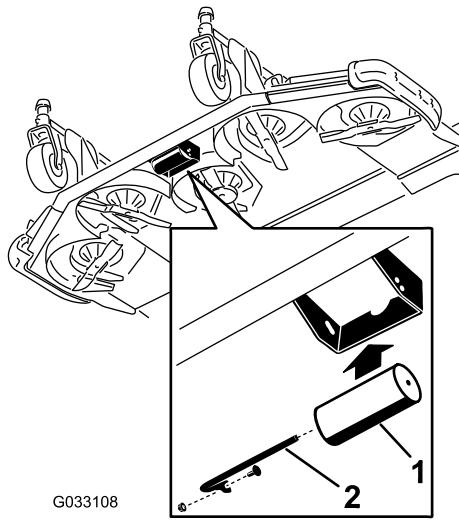

Bild 25
2. Fluchten Sie die Rolle mit den oberen Löchern aus und befestigen Sie die Welle mit der Schraube und Mutter (Bild 25).